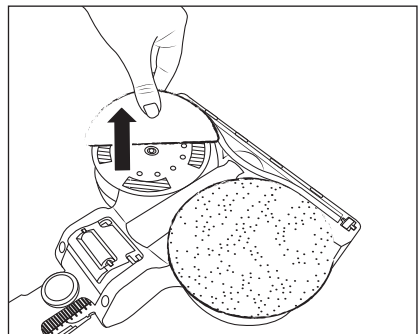

Abb. 18
- ◆ Um ein Wischpad 34 vom Wischaufsatz 31 zu entfernen, fassen Sie es mit den Fingern und ziehen Sie es nach oben vom Wischaufsatz 31 ab (siehe Abb. 18).